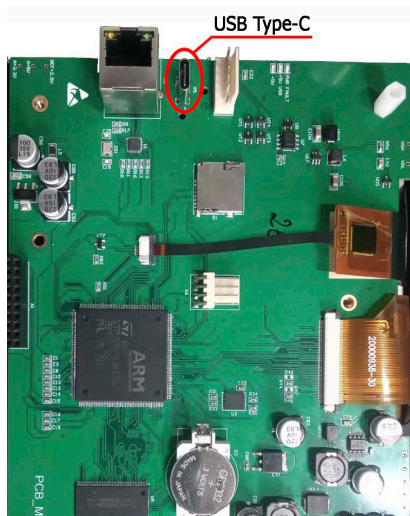

Рисунок 51
- 4) Подключите USB флеш накопитель в USB разъём, расположенный на плате модуля см. рис. 51.